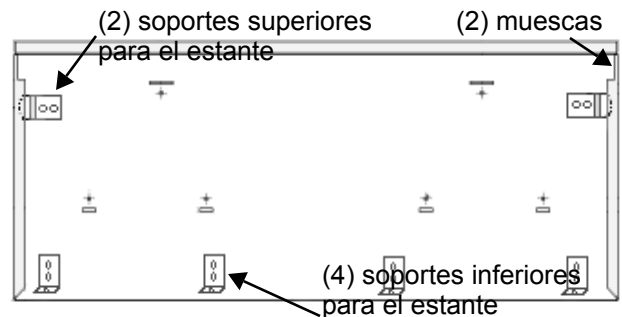

Figura 17: 48 Pulg Dorso de la placa mural
5. Instale la placa mural colocando las muescas de las esquinas (dorso de la placa mural) encima de los dos soportes superiores del estante. Deslice el accesorio del estante hacia arriba hasta que la parte inferior se enganche en los soportes inferiores (Figura 17).